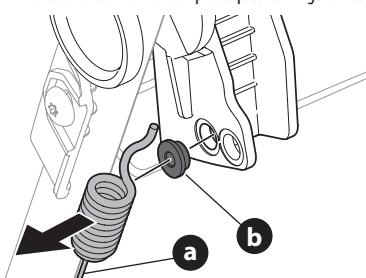

Figure 40
3. Décrochez le câble (a) et retirez le coussinet en métal (b) de la commande d' entraînement en plastique. Voir Figure 40.